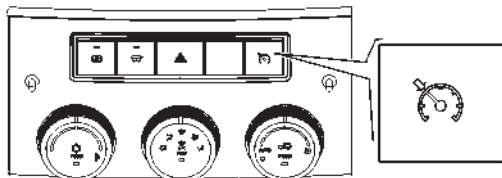

Рис. 3.24. Выключатель выбора функции «Круиз-контроль»
– выключатель выбора функции «Круиз-контроль» (рис. 3.24). Служит для управления функциями КК.